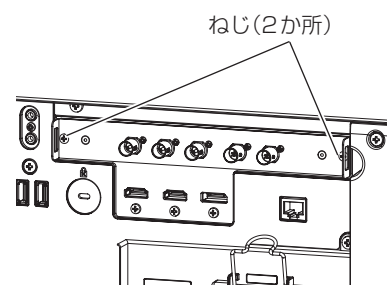

図3
3) ファンクションボードを固定する（図 3）
3) ファンクションボードを固定する (図3)